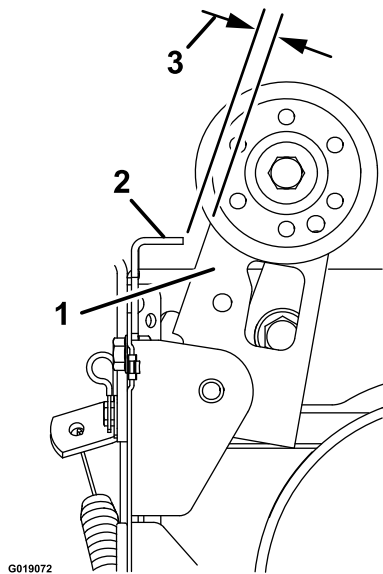

Figure 16
3. Réglez le tendeur jusqu'à obtention d'un écartement de 3,2 mm (1/8 po) entre l'embrayage du balai et la patte (Figure 16).